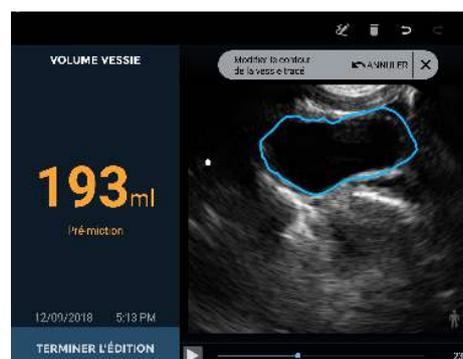

Fig 3.6 Ajustement du contour
- Touchez le **contour de vessie** pour ajuster le contour existant. Un cercle de glissement apparaît. Faites glisser le contour pour l'aligner avec la paroi de la vessie. Les contours ajustés prennent la couleur bleue (voir Fig 3.6).